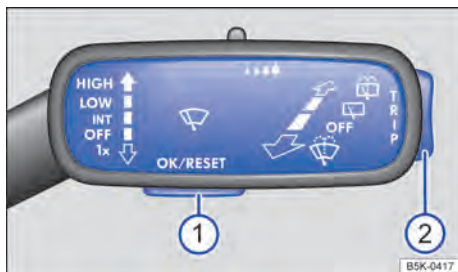

Fig. 19 Veículos sem volante multifunções: botão  na alavanca dos limpadores dos vidros para confirmação dos itens de menu e chave  para alternar entre os menus.
- Se uma mensagem ou o pictograma do veículo forem exibidos, pressionar o botão → Fig. 19 , caso necessário, pressionar várias vezes. ▶
- Para a exibição dos menus → Página 30 ou para retornar para a seleção de menu a partir de um menu ou de uma tela de informação, basta manter o seletor → Fig. 19 ② pressionado.
- Para acessar o menu ou a tela de informação exibida, pressionar o botão → Fig. 19 ① e esperar até que o menu ou a tela de informação abra automaticamente após alguns segundos.
- No menu exibido, pressionar o seletor → Fig. 19 ② para cima ou para baixo até que o item de menu desejado esteja selecionado.
- Pressionar o botão → Fig. 19 ① para assumir a alteração desejada. Um “sinal de visto” identifica a ativação da função ou do sistema.